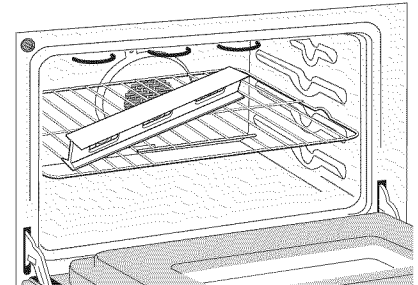

Figura 13
3. Verifique si la cocina está nivelada colocando una parrilla en el centro del horno y poniendo un nivel sobre esta (Figura 13).
2. Ponga un nivel sobre la parrilla (Figura 13). Tome dos lecturas con el nivel puesto diagonalmente en una dirección y después en la otra. Nivele la estufa, si es necesario, ajustando las 4 patas niveladoras con una llave de tuercas (Figura 26).